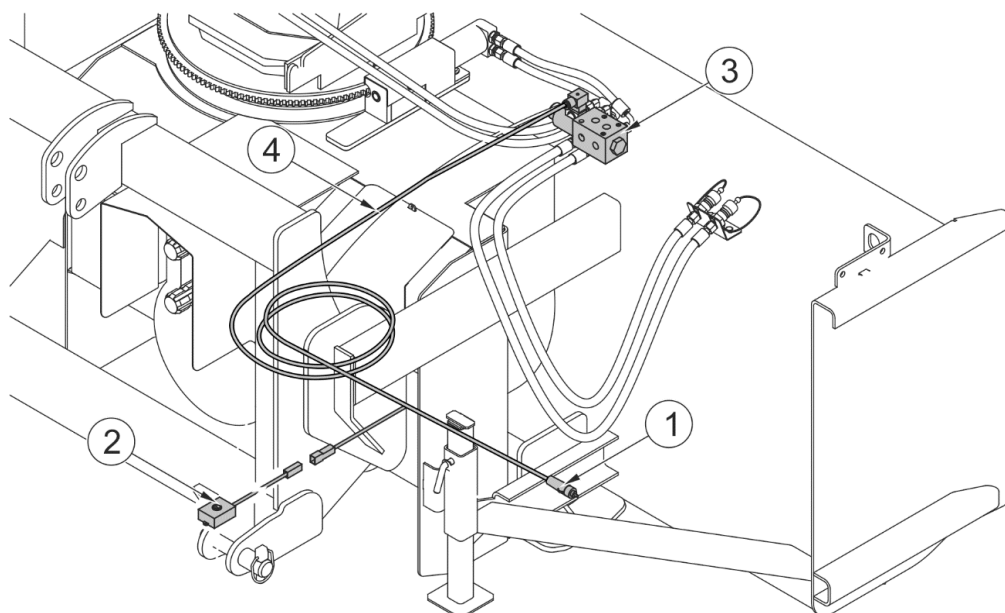

РИСУНОК 3.5 Устройство электрической системы (1) - штекер гнезда прикуривателя; (2) - переключатель; (3) - электроклапан; (4) - пучок электропроводов
Электрическая система роторного снегоочистителя (РИСУНОК 3.5) состоит из провода (4), законченного штекером гнезда прикуривателя (1) и переключателем (2) для включения питания гидравлического электроклапана (3) управления выбросным метателем. После подсоединения штекера (1) к гнезду прикуривателя можно при помощи переключателя (2) изменять гидравлическое управление вращением на подъем и опускание метателя.